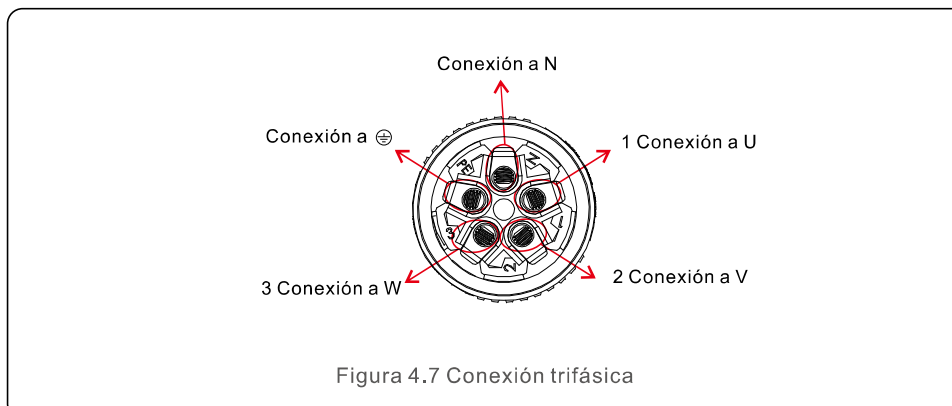

Figura 4.7 Conexión trifásica
- Para la instalación de inversores trifásicos, conecte U, V, W a los pines 1, 2 y 3, y conecte N al pin 4; conecte PE al símbolo PE (véase la figura 4.7).